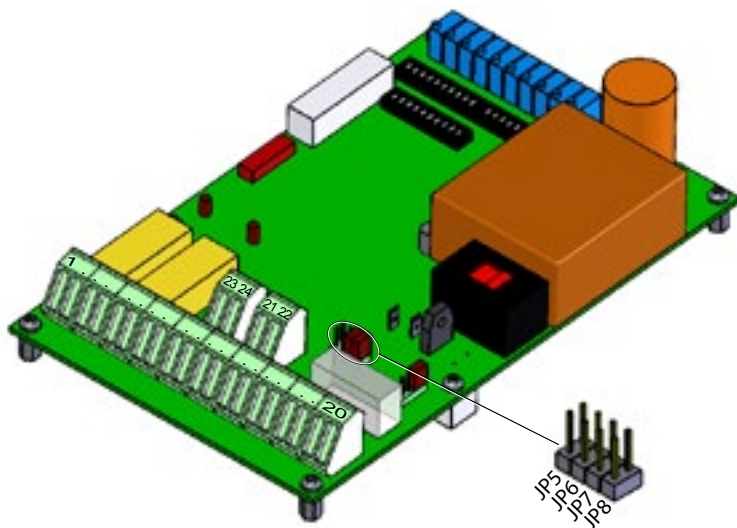

Bild 2–13 Position der Reiter zur Simulation eines Aufnehmers
1. Die Präsenz eines Aufnehmers entsprechend *Bild 2–13* und der folgenden Tabelle simulieren. Dadurch wird sichergestellt, dass LMU-intern kein Aufnehmerfehler generiert wird.